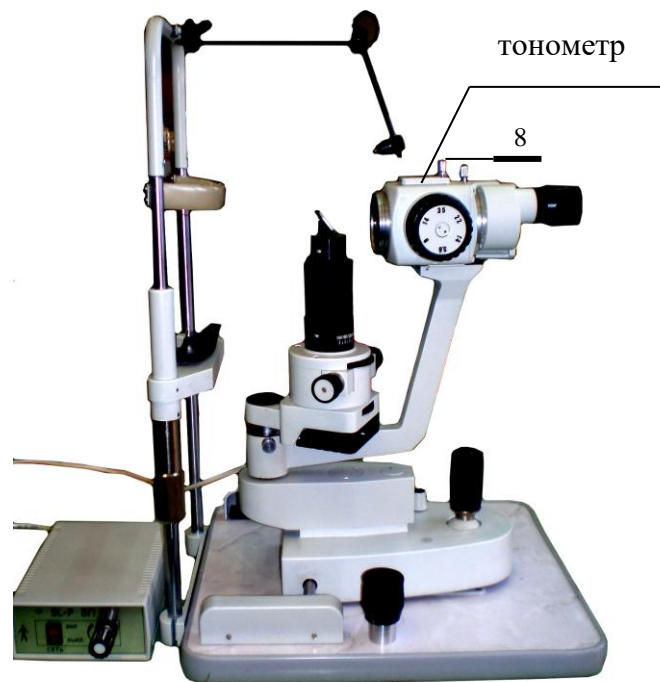

Рисунок 2 - Установка тонометра на щелевой лампе
2.1.2 Установить тонометр на микроскопе щелевой лампы (рисунок 2) и затянуть винт 8.